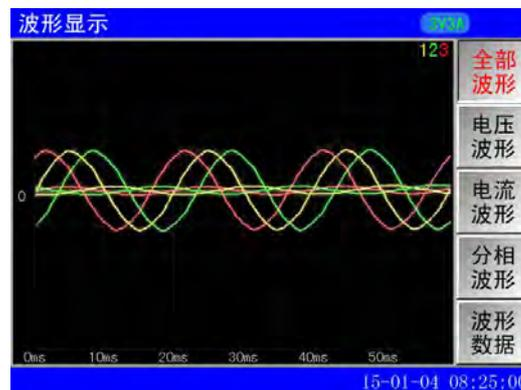

图 6-1 波形显示
3.1 波形显示见屏幕(图 6-1)
全部波形---所有测试信号的波形;(见图 6-1)